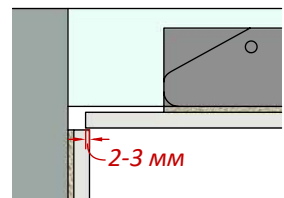
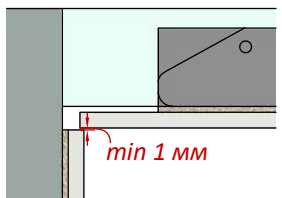

Рис. 8 (вид сверху)
Рис. 9 (вид сверху)
3) Плитка на створке люка со стороны петель должна прятаться за плитку на перпендикулярной стене на 2-3 мм (Рис.8). Нельзя доводить плитку на створке люка до черновой стены, т.к. при попытке открыть створку, плитка упрётся в черновую стену и не позволит открыть люк. Расстояние между плиткой на люке и плиткой на перпендикулярной стене не менее 1 мм (Рис.9).